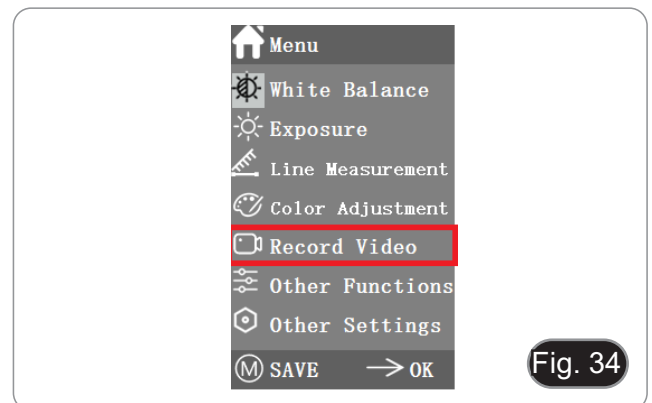

Fig. 34
1. Pulsar el botón M para mostrar el menú en la pantalla (Fig. 34) y elegir la opción de grabación de vídeo pulsando ↑ o ↓.